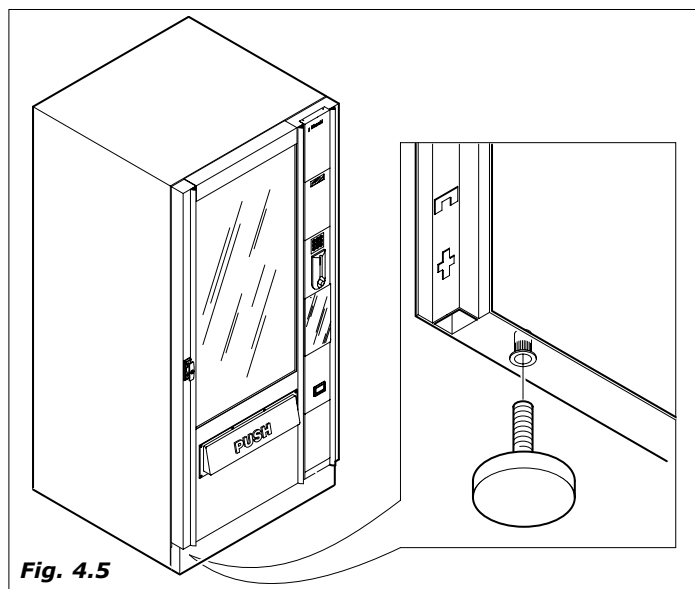

Fig. 4.5
- Liberare il pallet ed inserire i 4 piedini nei fori filettati (Fig. 4.5) lasciati liberi dalle viti (A)
- togliere la chiave dal vano erogazione (Fig. 4.5)